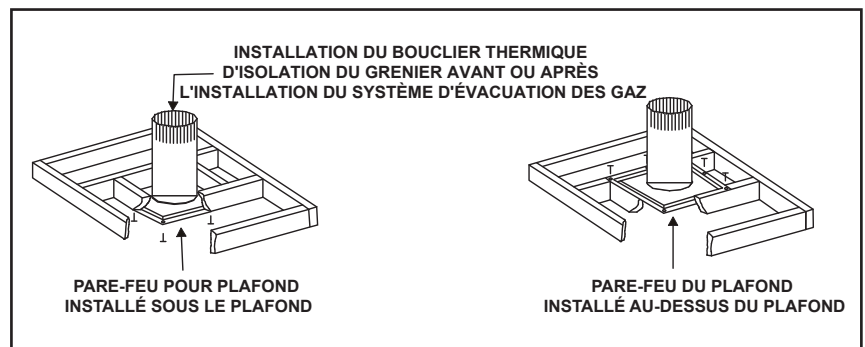

Figure 5.4 Installation du bouclier thermique du grenier
- Le pare-feu du plafond peut être installé sur ou sous les poutres de soutien du plafond, lorsqu'il est installé avec un bouclier thermique d'isolation du grenier. Il doit être sous les poutres de soutien entre les planchers non isolés. Voir la figure 5.4.